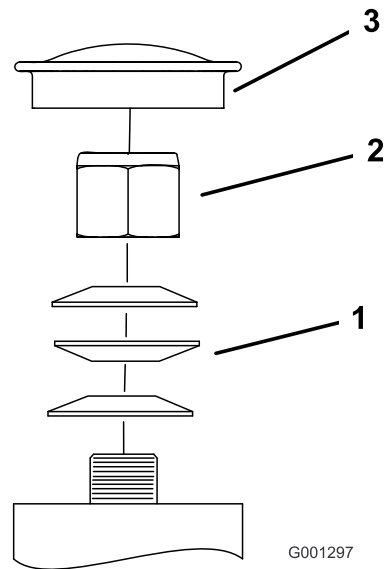

Figure 70
3. Retirez le couvre-moyeu de la roue pivotante et serrez le contre-écrou (Figure 70).
4. Continuez de serrer le contre-écrou jusqu'à ce que les rondelles élastiques soient aplaties, puis desserrez-le d'un quart de tour pour obtenir la précharge correcte des roulements (Figure 70).
**Important:** Veillez à placer les rondelles élastiques comme montré à la Figure 70.
5. Reposez le couvre-moyeu (Figure 70).